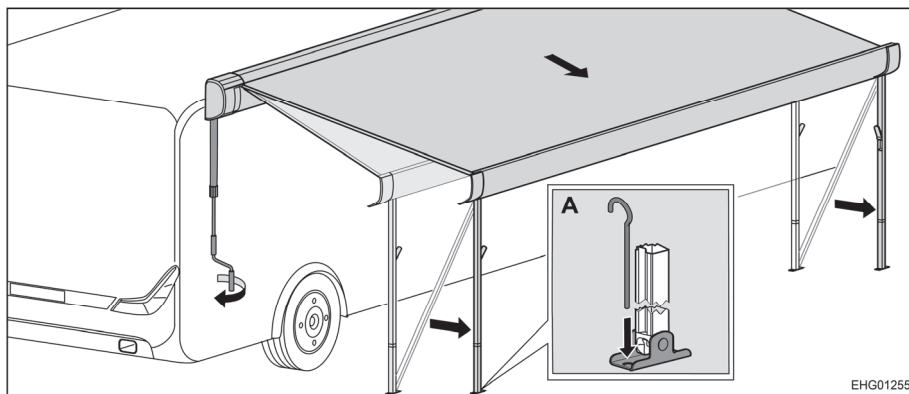

Bild 22 Placera markisen i ändläge
- Fäst stödfötterna med tältpinnar i marken (Bild 22,A).